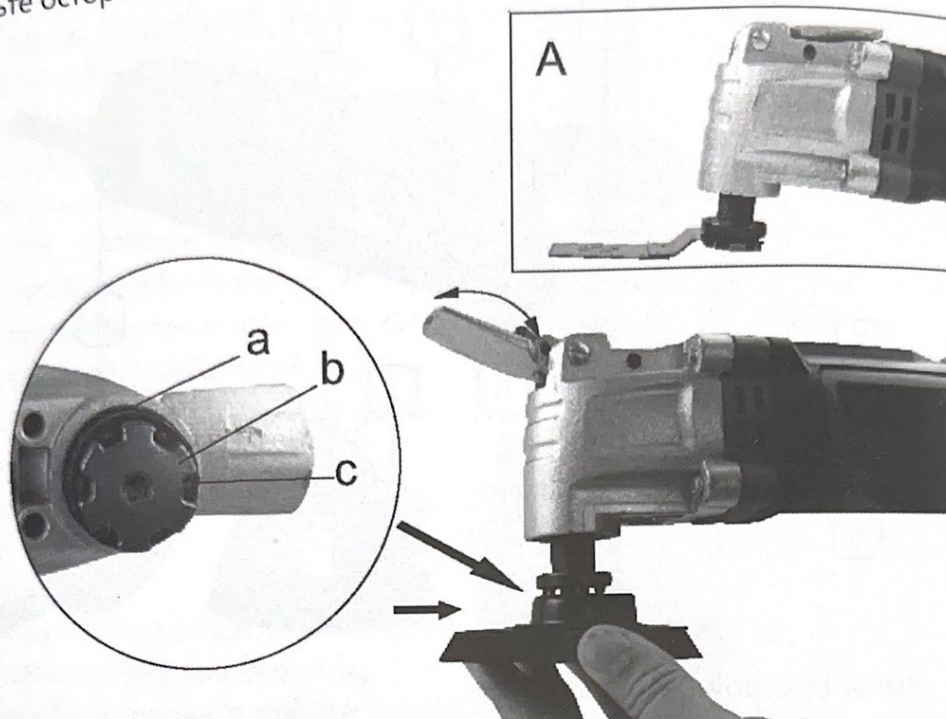

Рис. 2
1. Ослабьте фиксирующую пластину (b), потянув за быстроразъемный рычаг (1), чтобы она открылась.
2. Удерживая отверстие быстросъемного пильного полотна (6), шлифовальной пластины (7) или шпателя (8) в направлении выходного шпинделя, между зажимом крышки (a) и зажимной пластиной (b) вставьте насадку и поместите ее на установочные штифты (c).
3. Закрепите с помощью быстросъемного рычага (1) в заблокированном положении, как показано на рис. 2.A